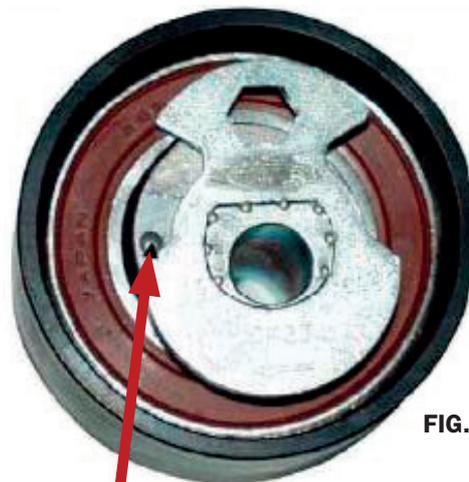

FIG. 2
7. Tourner le tendeur dans le sens horaire (avec une clé Allen) jusqu'à ce que le repère soit positionné juste au-dessus du bord inférieur de la partie découpée (Fig. 2).
11. Faire faire 2 tours au moteur **dans le sens horaire**, vérifier si le repère du tendeur est toujours au-dessus du bord inférieur de la partie découpée (Fig. 2). Si ce n'est pas le cas, recommencer la procédure depuis le début.